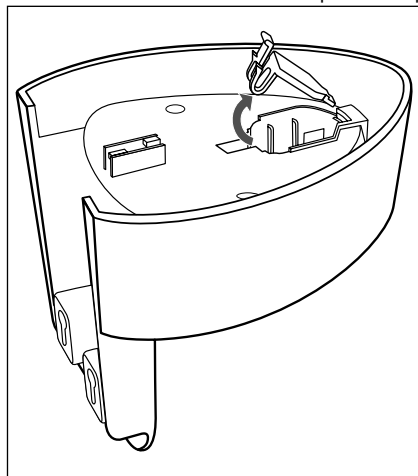

Fig. 1
- Aprire la piccola copertura (fig. 1).